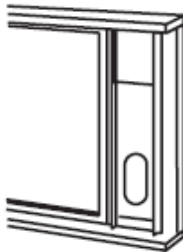

Fig.14
3. Prisni mbrotjtësin e butë/ foam seal (lloji i ngjitësit) në gjatësinë e duhur dhe ngjiteni në pjesën e sipërme të dritares. Sië tregohet në Fig.14